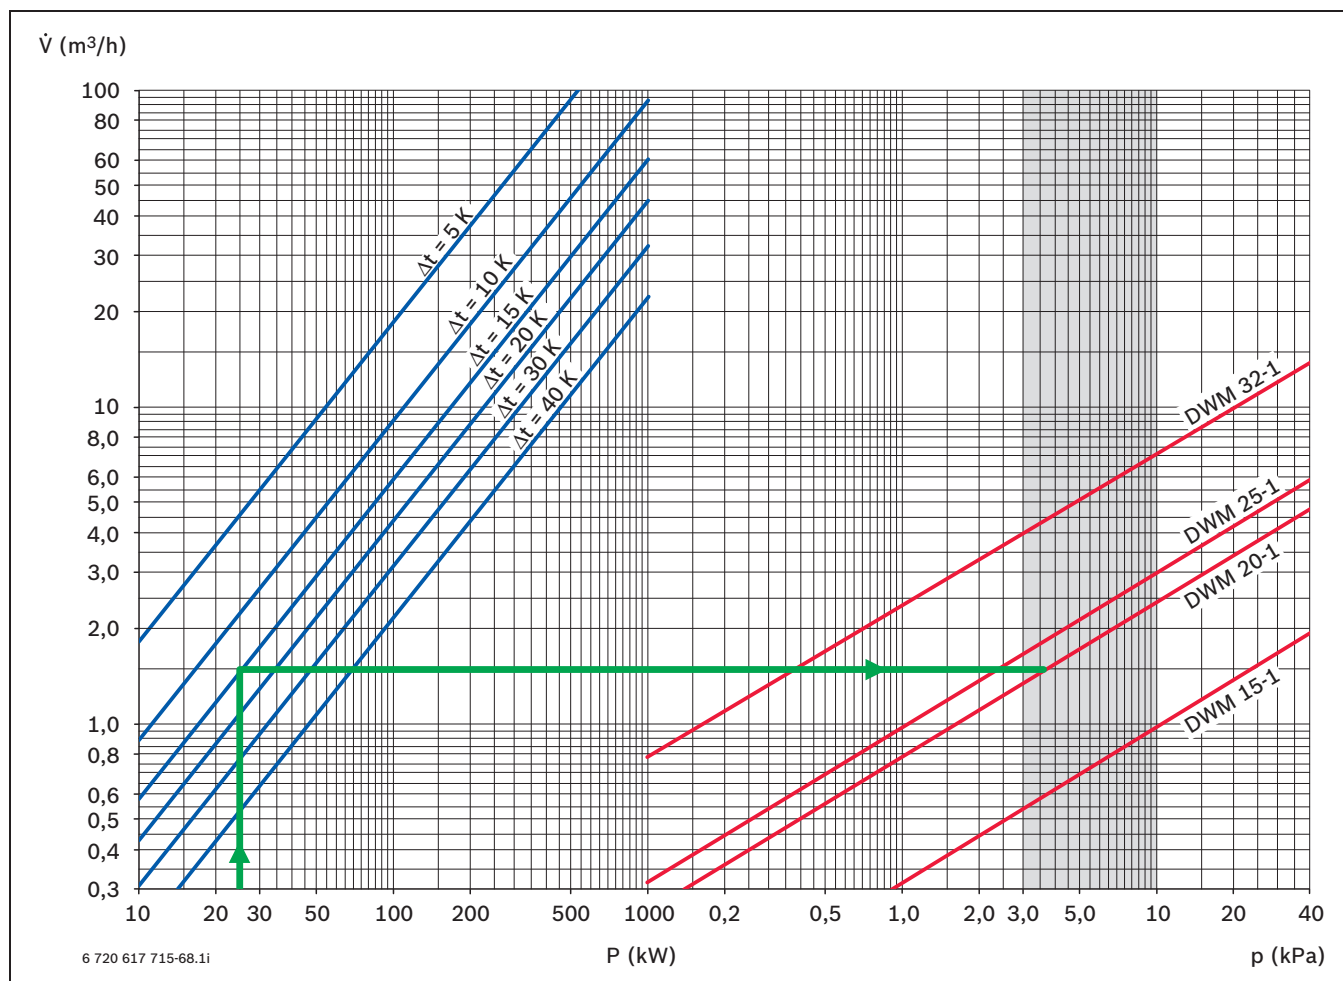

Bild 92 Auslegungsdiagramm für 3-Wege-Mischer
Um eine gute Reglercharakteristik zu erreichen, sollte der Druckabfall im Mischer etwa gleich dem Druckabfall des so genannten „mengenvariablen“ Teils des Rohrnetzes sein, also ebenfalls ca. 3,0 - 10,0 kPa. Dieser Zusammenhang liegt dem Dimensionierungsdiagramm (Bild 92) zugrunde.
- In der linken Hälfte von Bild 92 den Schnittpunkt von der Leistungslinie und der Temperaturdifferenzlinie suchen.
- In der linken Hälfte von Bild 92 den Schnittpunkt von der Leistungslinie und der Temperaturdifferenzlinie suchen. Dieser liegt bei dem Durchfluss von ca. 1,5 m³/h.